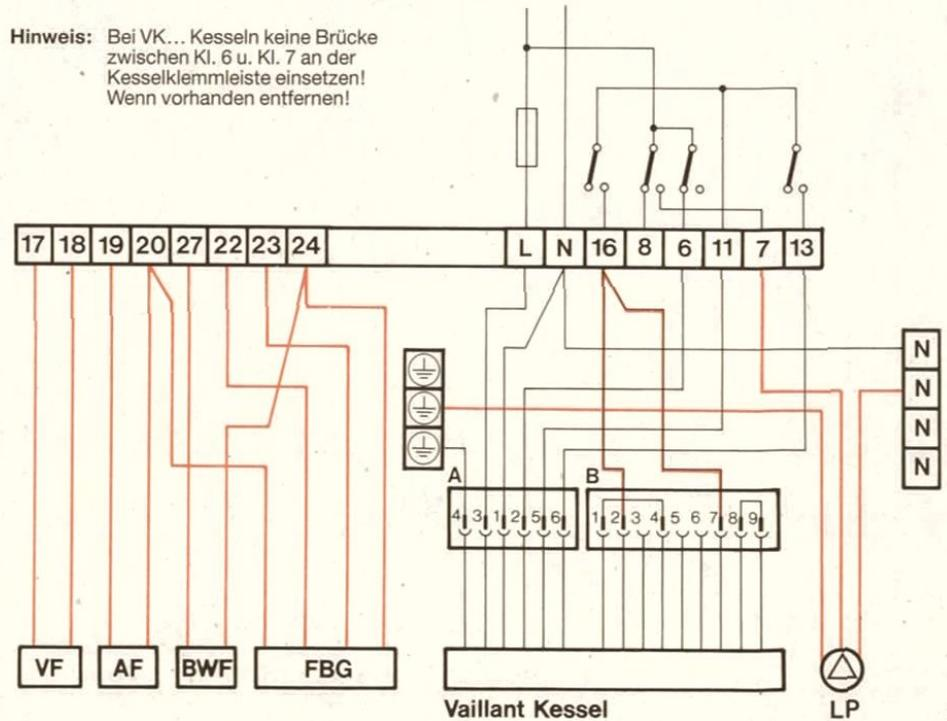
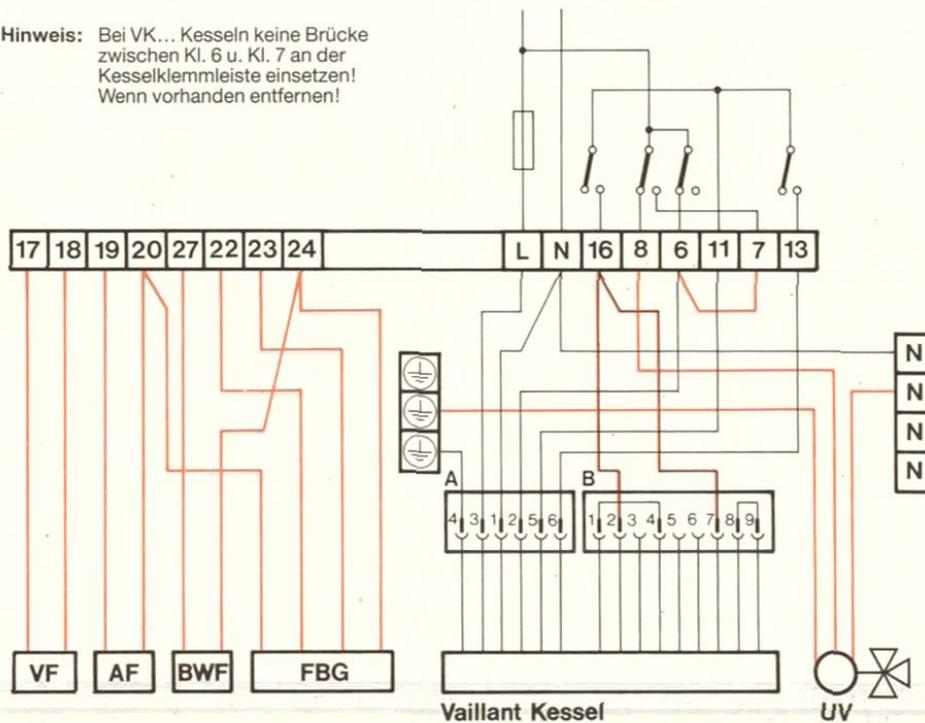

Abb. 6
Abb. 7
Zum Einbau des Kompaktreglers muß der Kessel bzw. das Schaltpult mit der anschlussfertig verdrahteten Sockelplatte (3) zum Aufstecken des Kompaktreglers ausgestattet sein. Dazu Verdrahtungspläne Abb. 6 und 7 Seite 7 und 8 beachten!
Anschlußverdrahtung der Geräte entsprechend den Verdrahtungsplänen Abb. 6, 7, 8 und 9 vornehmen.
- Anschlußkabel mit Stecker B (Siehe Pos. B Abb. 6 u. Abb. 7)